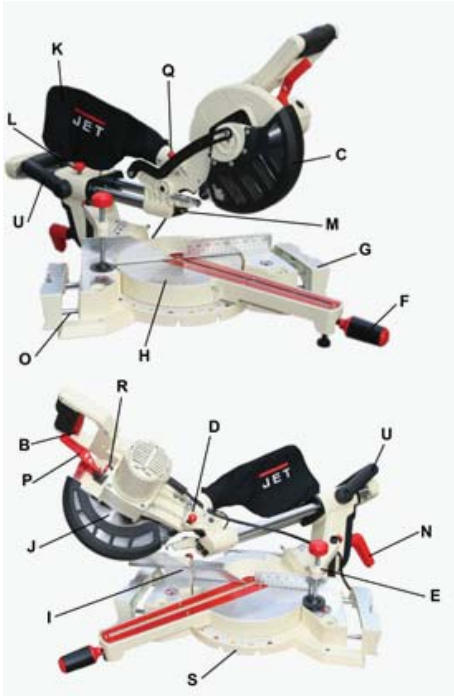

Рис. 1
- Мішок (К, Рис. 1) призначений для збору пилу. Мішок можна приєднати на шуццер у задній частині верстата.
- Пилка постачається із зафіксованою пиляльною частиною. Аби розблокувати, витягніть фіксатор (Д, Рис. 1), при цьому натиснувши на саму пиляльну частину.
- Пересуньте затиск (Р, Рис. 1) у бік та за допомогою ручки повільно натисніть на пиляльну частину униз.
- Послабте фіксатор пересування каретки (L, Рис. 1).